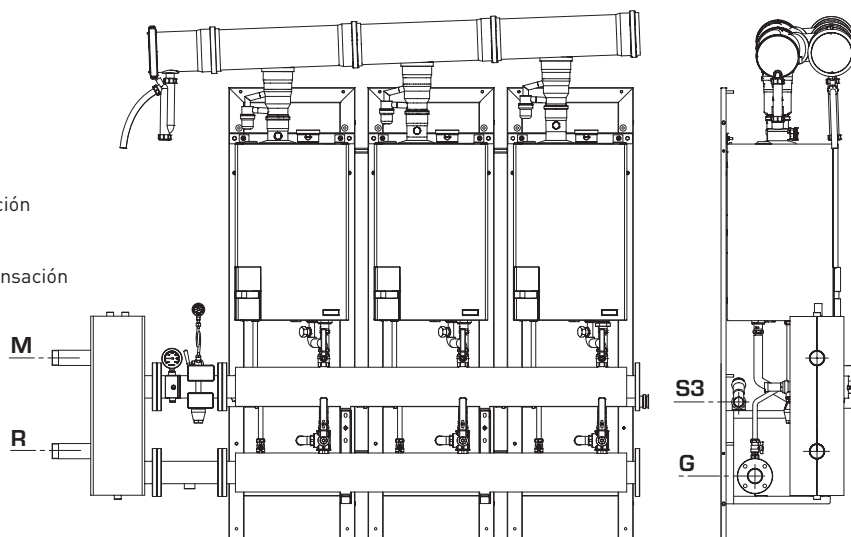

Fig. 4
2.2.1 Caldera individual (fig. 4)
2.2.2 Calderas en secuencia/cascada (fig. 4)